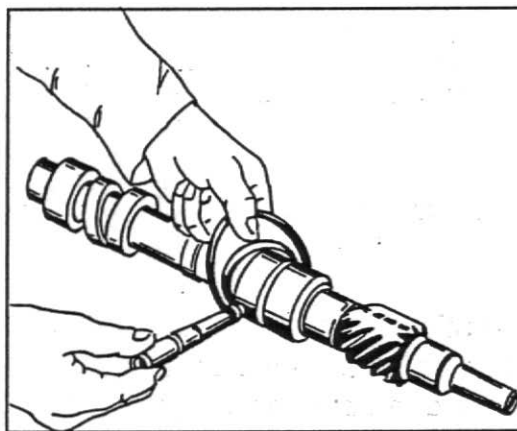

Fig. 7
5. Verifique o diâmetro dos munhões da árvore de comando das válvulas com o micrômetro. Munhão nº 1: 50,711 - 50,737 mm ou 1,9965 - 1,9975 pol. Munhão nº 2: 50,457 - 50,483 mm ou 1,9865 - 1,9875 pol. Munhão nº 3: 49,949 - 49,975 mm ou 1,9665 - 1,9675 pol, fig.7.